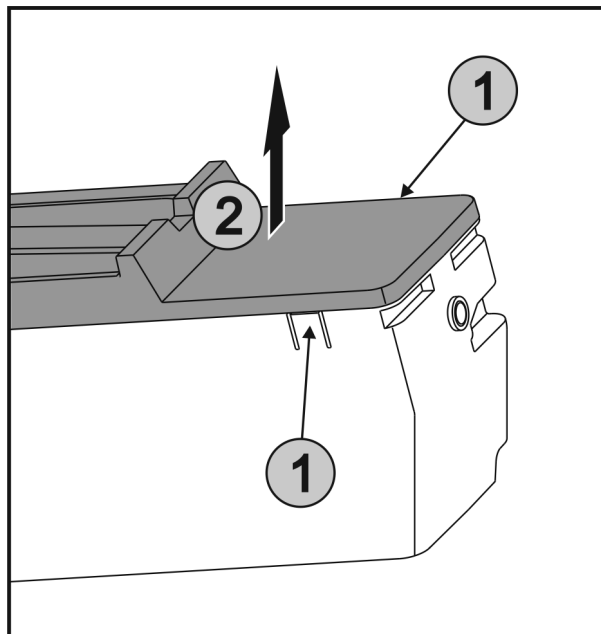

Fig. 39
- Premere contemporaneamente le linguette Fig. 39 (1) su entrambi i lati di EasyTwist-Ice e rimuovere la copertura sollevandola verso l'alto Fig. 39 (2).